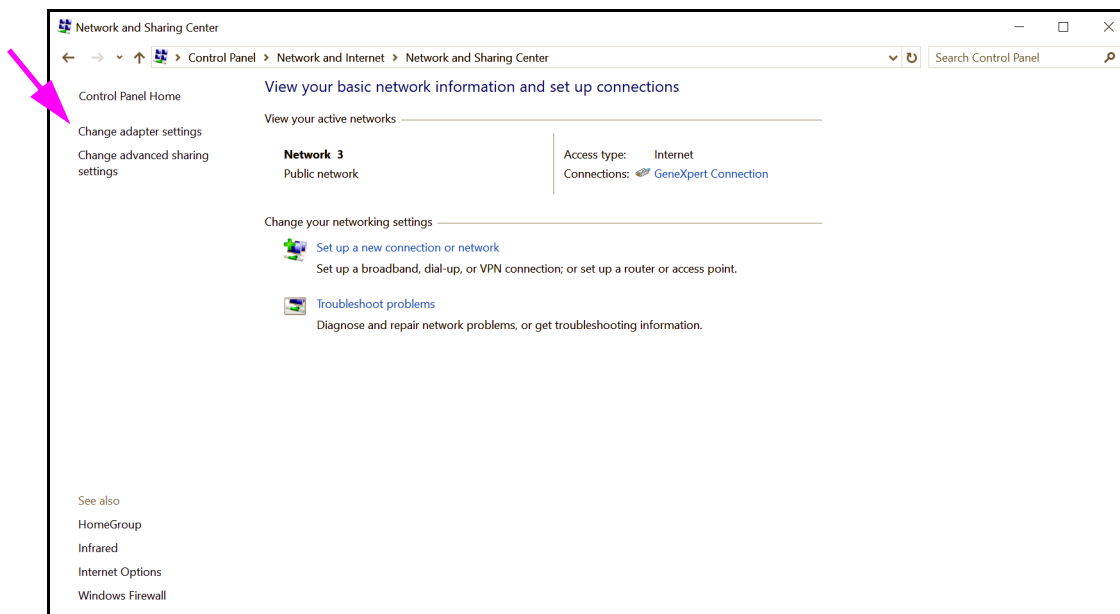

Figura 2-45. Schermata Network and Sharing Center (Centro connessioni di rete e condivisione)
4. Fare clic su **View network status and tasks (Visualizza stato della rete e attività)**. Viene visualizzata la schermata **Network and Sharing Center (Centro connessioni di rete e condivisione)**. Vedere la Figura 2-45.